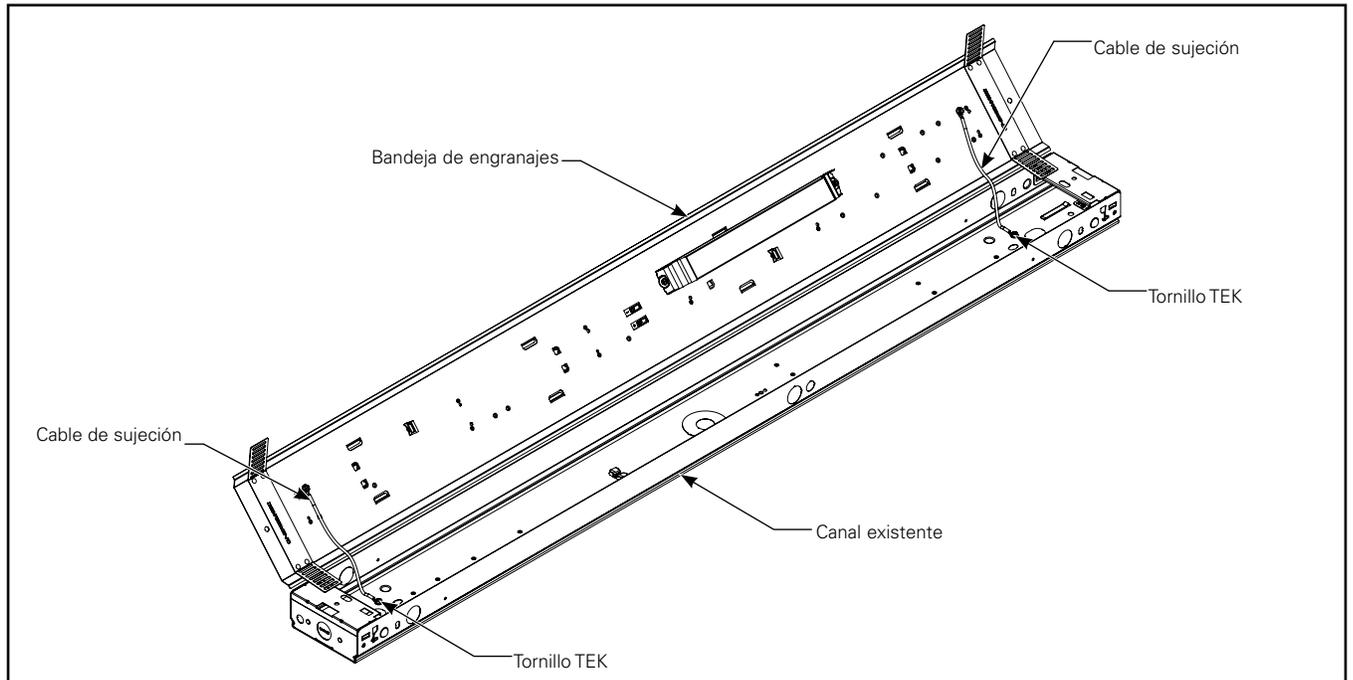

Figura 2.
- Usando 2 tornillos TEK, fije las correas de la bandeja de engranajes a la luminaria existente. (Figura 2.)